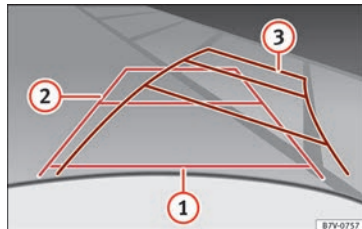

Abb. 216 Bildschirm: Orientierungslinien des Parkraums hinter dem Fahrzeug.
Bedeutung der auf den Bildschirm projizierten Orientierungslinien »» Abb. 216. Alle Längenangaben der Orientierungslinien beziehen sich auf ein Fahrzeug, das auf einer waagerechten Fläche steht.
- Langsam rückwärtsfahren und dabei so lenken, dass die gelben Orientierungslinien in die Parklücke führen » Abb. 216 ③.